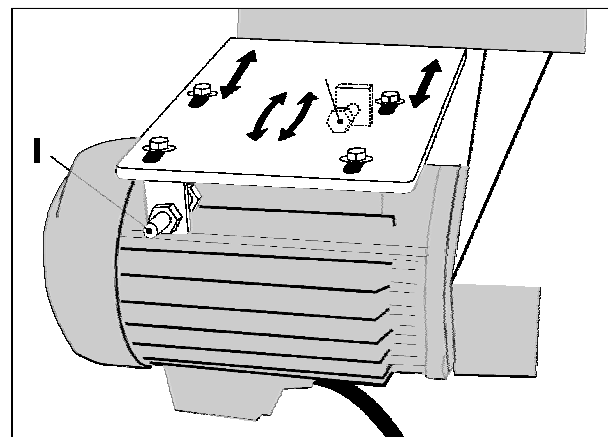

Fig.14
- Kileremmer strammes ved at motorens festeskruer løsnes. Skruen **H** brukes for å stramme/slakke kileremmen, og skruen **I** brukes for å justere motorens vinkel i forhold til kileremmen. Se fig. 14.